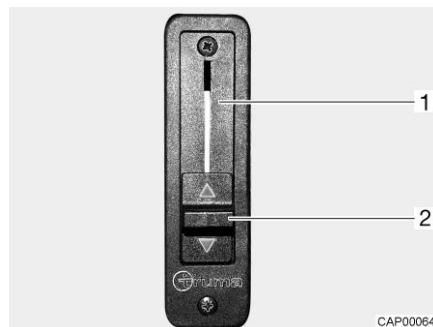

Fig. 37 Regolatore a scorrimento per l'impostazione riscaldamento
- Spingere completamente verso l'alto il regolatore a scorrimento (Fig. 37,2). L'impostazione riscaldamento (Fig. 37,1) è aperta. Il riscaldamento dell'abitacolo riscalda anche il parabrezza.
- Spingere completamente verso il basso il regolatore a scorrimento (Fig. 37,2). L'impostazione riscaldamento è chiusa. Il riscaldamento dell'abitacolo e quello del veicolo di base sono separati l'uno dall'altro.